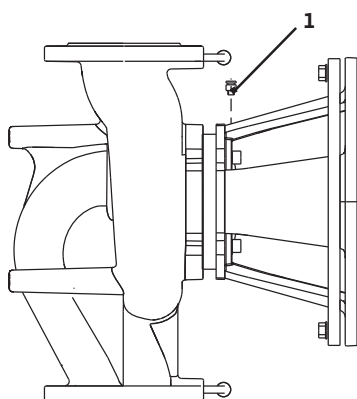

Fig. 41: Udluftningsventil
- Udluft pumperne ved at løsne udluftningsventilerne (fig. 41, pos. 1). Tørsløb ødelægger pumpens glideringstætning. Differenstrøktansmitteren må ikke udluftes (fare for ødelæggelse).